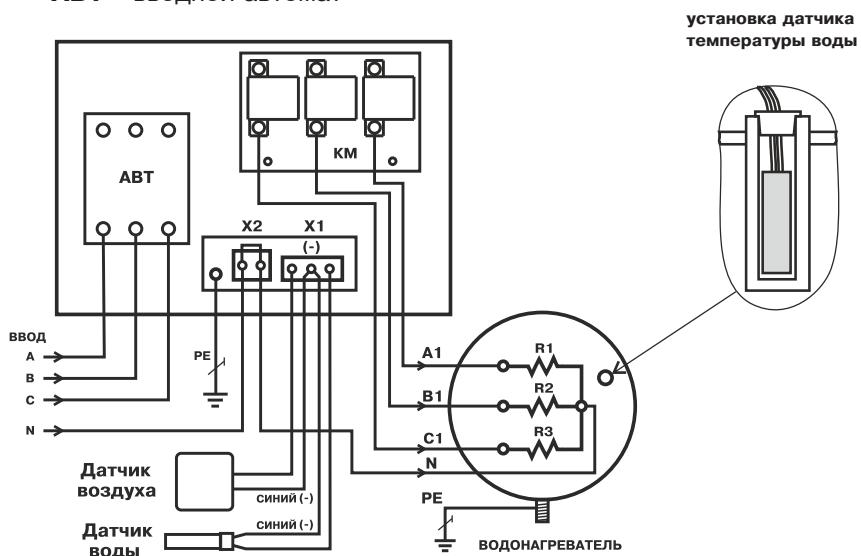

Рис.2 Схема подключения панели управления
5.2. Эксплуатация панели должна осуществляться только при условии ее подключения в соответствии со схемой подключений (Рис.2).
6.3. Подключить панель к питающей сети кабелем соответствующего сечения исходя из номинальной мощности электроводонагревателя согласно схеме подключений Рис.2 настоящего паспорта. Если используется одножильный медный провод, то необходимо тщательно зачистить и облудить присоединяемые концы. При использовании многожильного кабеля его концы необходимо тщательно зачистить и обжать контактным наконечником.
6.4. При подключении панели ПУ ЭВТ-И1 к однофазной сети переменного тока необходимо соединить вместе клеммы А,В,С вводного автомата и подключить их к фазному проводу питающей сети. Нулевой провод питающей сети подключается согласно схеме Рис.2.
6.5. Установить датчик температуры воды, выполненный в виде гильзы из нержавеющей трубы, в специальное отверстие в водонагревателе. Для этого необходимо извлечь защитную пробку из отверстия, поместить в него датчик до упора и зафиксировать его пробкой, входящей в комплект датчика, (см.Рис.2). Датчик температуры воздуха необходимо установить в помещении на высоте 1.4 - 1.5 м от пола, исключив прямое воздействие на него потоков воздуха от нагревательных приборов, вентиляторов и.т.д.. Нагрев корпусов датчиков при монтаже не должен превышать их максимальную рабочую температуру. Подключить датчики к монтажной колодке X1 в соответствии со схемой Рис.2, обращая особое внимание на полярность датчиков. Провода датчиков синего цвета, помеченные знаком (-) подключаются на среднюю клемму колодки X1. Датчики подключаются медными проводами сечением 0.5- 0,75кв.мм необходимой длины. При длине провода более 10 метров желательно использовать провода свитые в пары (не более 50 метров).
6.6. Подключить панель к электроводонагревателю согласно схеме подключений Рис.2 кабелем соответствующего сечения исходя из номинальной мощности электроводонагревателя.
6.7. Выполнить заземление (защитное зануление) корпуса панели в соответствии со схемой подключений Рис.2 .